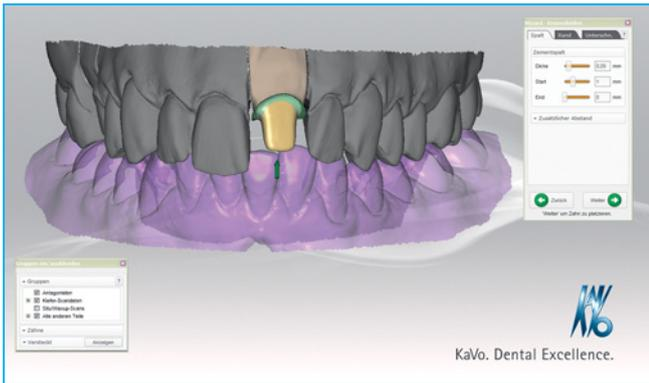

Abb. 5: Kalkulierte Restorationsform
14.28 Uhr: Die Software zeigt die kalkulierte Restaurationsform (Stumpf, Abb. 5). Dieser Vorschlag der Software könnte noch individualisiert beziehungsweise geändert werden.